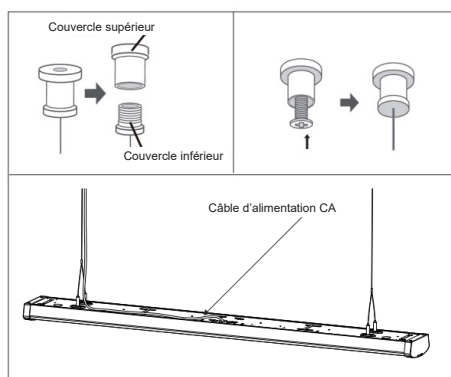

Figure 15
4. Fixez solidement le câble de suspension au plafond (figure 15).
5. Retirez l'alvéole défonçable centrale. Faites passer le câble d'alimentation CA du bâtiment le long du câble de suspension, puis insérez-le dans le boîtier du luminaire à travers l'ouverture défonçable centrale située à l'arrière du luminaire. Consultez la figure 15 à titre de référence.